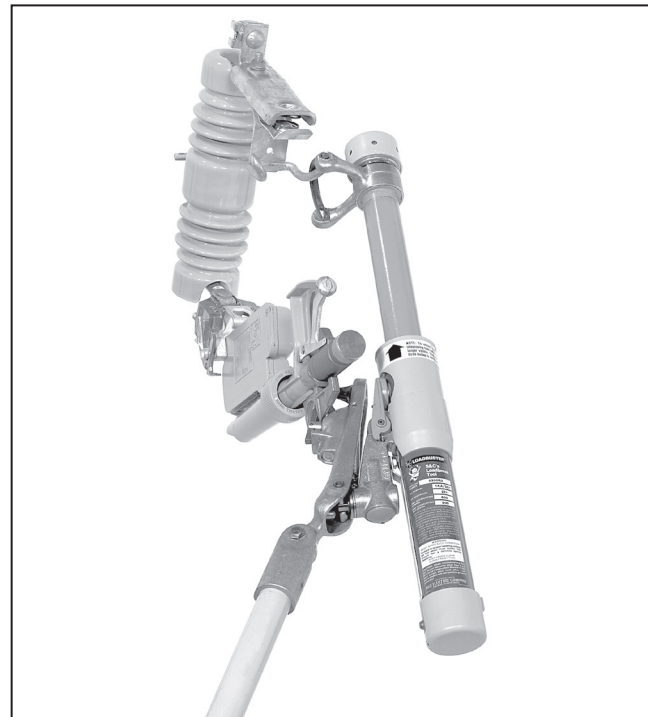

Figura 10. Herramienta Loadbuster en posición de disparo.
- PASO 4.** Para abrir el circuito, haga funcionar la herramienta Loadbuster mediante un estirón firme y sin titubeos hasta que ésta quede extendida a su máxima longitud. Ver Figura 10. Evite sacudirla o titubear en el proceso. El cerrojo de reposicionamiento permanecerá abierto. Por lo general, no habrá indicación alguna de que el circuito ha sido interrumpido. El único sonido que usted escuchará será el de la herramienta Loadbuster disparándose.